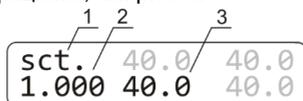

Рисунок 4. Дисплей в калибровочном режиме: 1. Индикатор калибровки; 2. Коэффициент калибровки; 3. Температура с текущим коэффициентом
- 6.2. Для изменения калибровочного коэффициента держите нажатой кнопку **↔ RUN/STOP** дольше 8 с для входа в калибровочный режим. На дисплее появится калибровочный коэффициент, см. рис. 4.
- 6.3. **Восстановление заводских установок.** Чтобы восстановить заводские установки, с помощью кнопок **▲** и **▼ T (°C)** установите значение коэффициента 1.000, как показано на рис. 4/1. Нажмите кнопку **▶/■ RUN/STOP** один раз, чтобы сохранить изменения.
- 6.4.5. Держите кнопку **↔ RUN/STOP** нажатой более 8 с, чтобы активировать режим калибровки. Дисплей покажет параметры, изображенные на рис. 4.